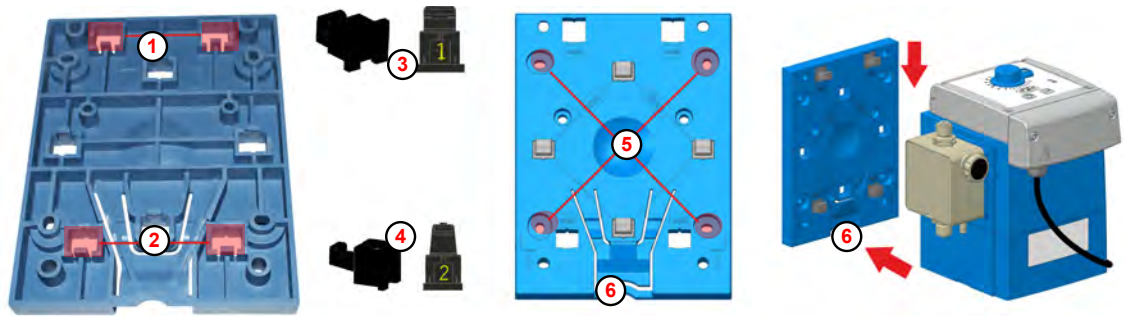

Fig. 5: Predisposizioni per il montaggio a parete
Le aperture per il montaggio a parete (Fig. 5 , ① e/o ②) sono contrassegnate con il numero 2 sul lato inferiore della piastra di montaggio.